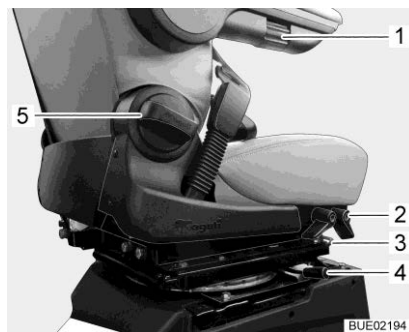

Fig. 28 Réglage des sièges
- Actionner le levier de déverrouillage (Fig. 28,4). Le dispositif de blocage sera alors débloqué.
- Tirer l'étrier (Fig. 28,3) vers le haut.
- Tirer le levier avant ou arrière (Fig. 28,2) vers le haut.
- Tourner la poignée tournante (Fig. 28,5). Le dossier s'incline vers l'arrière ou vers l'avant suivant le sens de rotation.
- Tourner la roulette moletée (Fig. 28,1). L'accoudoir s'incline vers le haut ou le bas suivant le sens de rotation.